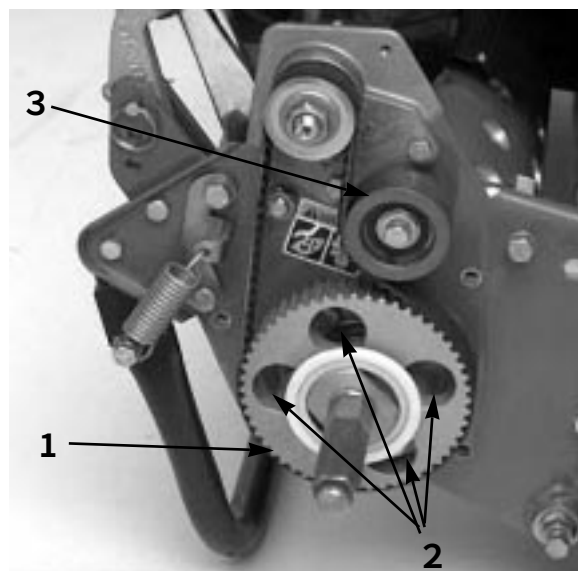

図 10
7. ドライブ・プーリを回して、4つの穴とローラーベアリング・フランジ・ネジの穴を整列させる (図10)。
11. ベルトの張りを調整し、アイドラ・プーリ・ネジを締めて終了 (図10)。